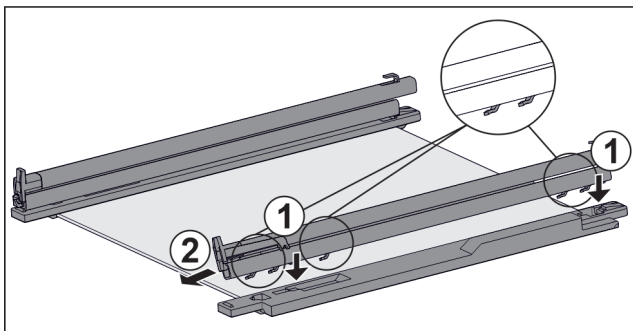

Fig. 132 Стъклена плоча с релси и задържащи части
- Поставете куките на релсата върху отворите на **лявата** задържаща част. Fig. 132 (1)
- Издърпайте релсата напред. Fig. 132 (2)
- Поставете куките на релсата върху отворите на **дясната** задържаща част. Fig. 132 (1)